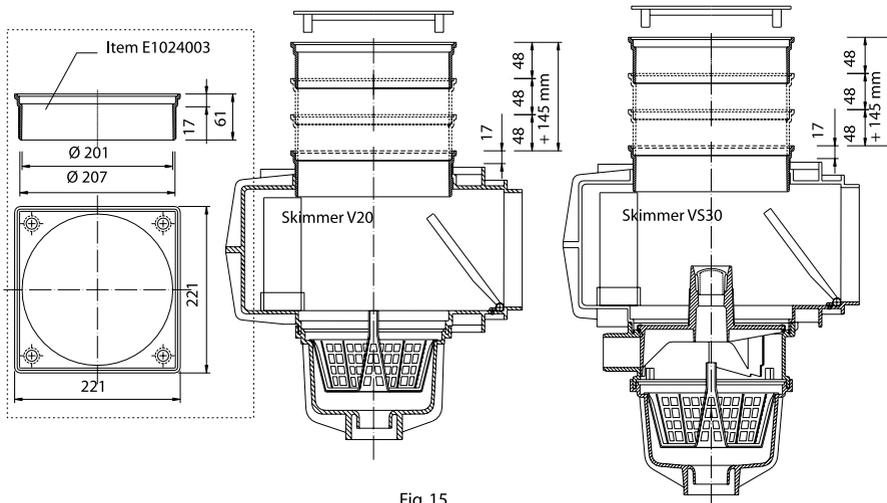

Fig. 15
2.8 Height adjustment for V20/VS30 skimmers (Item E1024003) (Fig 15)
2.8 Höhenverstellung für V20/VS30 (Art. E1024003) (Abb. 15)